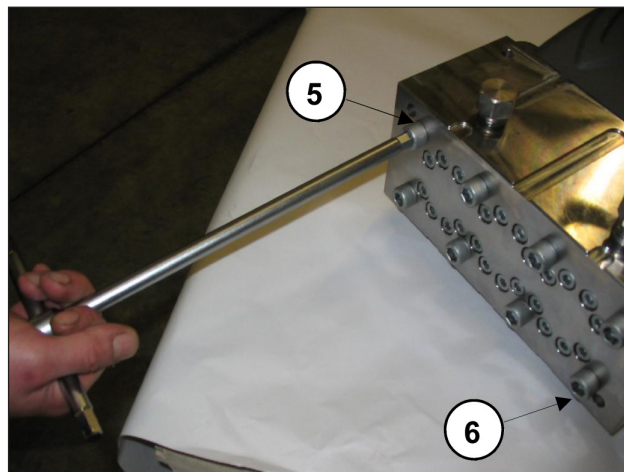
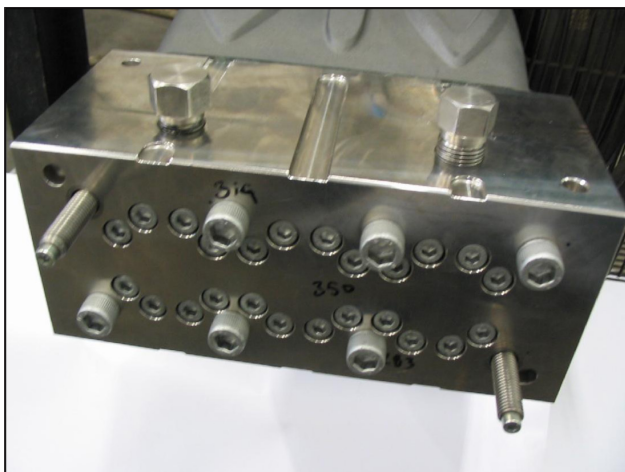

Fig. 17
Fig. 18
- Aflojar los tornillos de fijación del cabezal M12x260 5 y 6 como se indica en Fig. 17 y sustituirlos por dos tornillos - pasadores de servicio (cód. 27508200) como se indica en Fig. 18. A continuación, extraer los tornillos restantes.